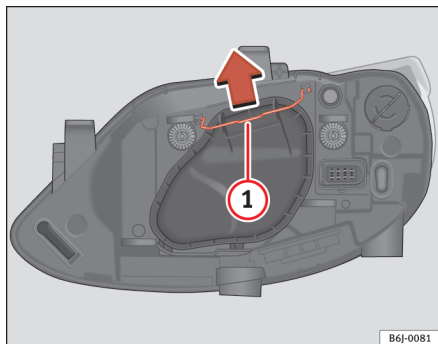

Fig. 151 Feu de croisement / de route phare simple
- Déplacez le tirant ⇒ fig. 151 ① dans le sens de la flèche puis retirez le cache.